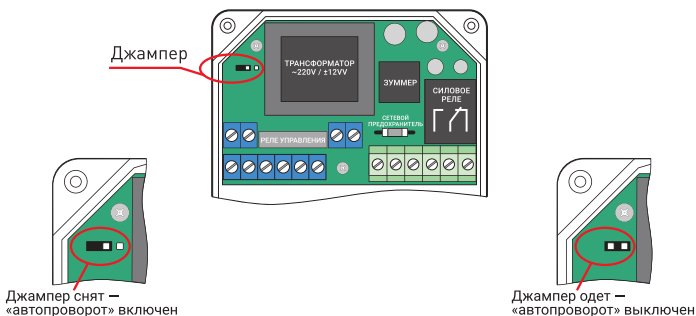

Рис. 1 Схема установки и снятия джампера (перемычки).
3.2 Внутри корпуса модуля управления на печатной плате находится штыревой разъем (см. рис. 1). С помощью перемычки (джампера) можно изменять функционал данного модуля управления.
3.2.1 Если джампер снят (см. рис. 1), то алгоритм работы модуля управления, следующий:
3.2.2 Если джампер установлен (см. рис. 1), то алгоритм работы модуля управления, следующий:
4.6 В зависимости от требуемого режима работы блока управления снимите или оденьте джампер (рис.1) для включения или выключения функции «авторыворот».